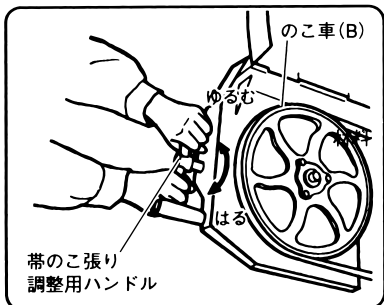

図 22
(7) セリヘッド(A)側とセリヘッド(B)側のボルト(A)をそれぞれボルト(A)取付け面に軽く突当たるまで締付けます。(図22)
(8) 帯のこ張り調整用ハンドルを時計方向にまわし、帯のこに張力を加えます。